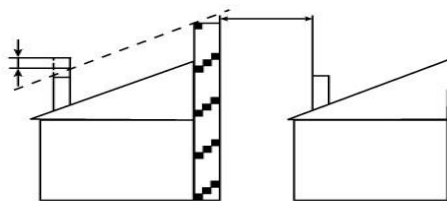

рис. 29.1
7.2. Высота оголовка канала должна быть выше зоны ветрового подпора. Наличие зоны ветрового подпора определяется индивидуально для каждого объекта, и в соответствии с рекомендациями, показанными на рис. 29.1 и 29.2. Высота от оголовка дымохода до крыши, всегда выше 1 м.